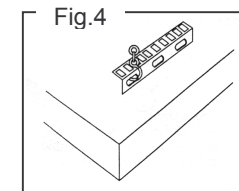

Fig.4
- soit par des chaînettes **Fig.4**.
✓ **MONTAGE PAR CHAÎNETTES:**(Fig.4)